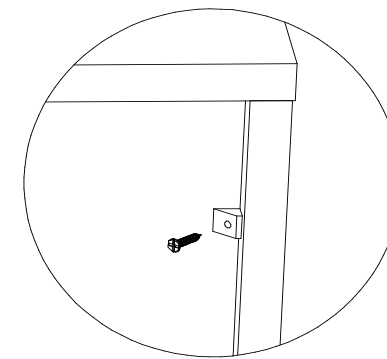

Рис.9 Схема установки фиксатора для ДВПО
5. Закрепить задние стенки ДВПО поз. 8 фиксаторами для ДВПО и шурупами 3x16. (рис.9).